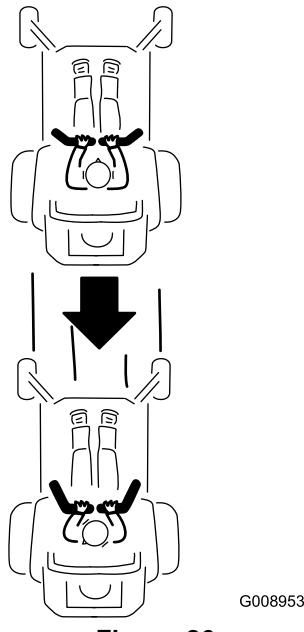

Figura 26
- Para ir hacia atrás, tire lentamente de las palancas de control de movimiento hacia atrás (Figura 26).